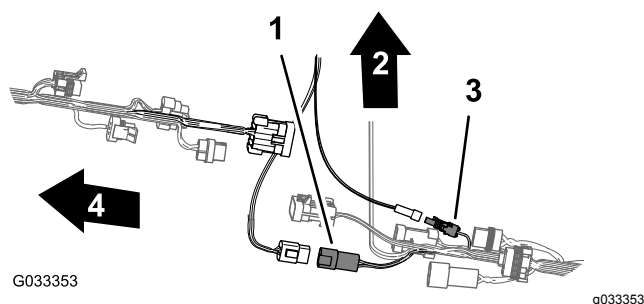

Figure 92
6. Pour faciliter la connexion des faisceaux électriques de navigation et de données, vérifiez que le connecteur à 1 douille et le connecteur à 4 douilles du faisceau arrière sont alignés avec le haut du faisceau (Figure 92).